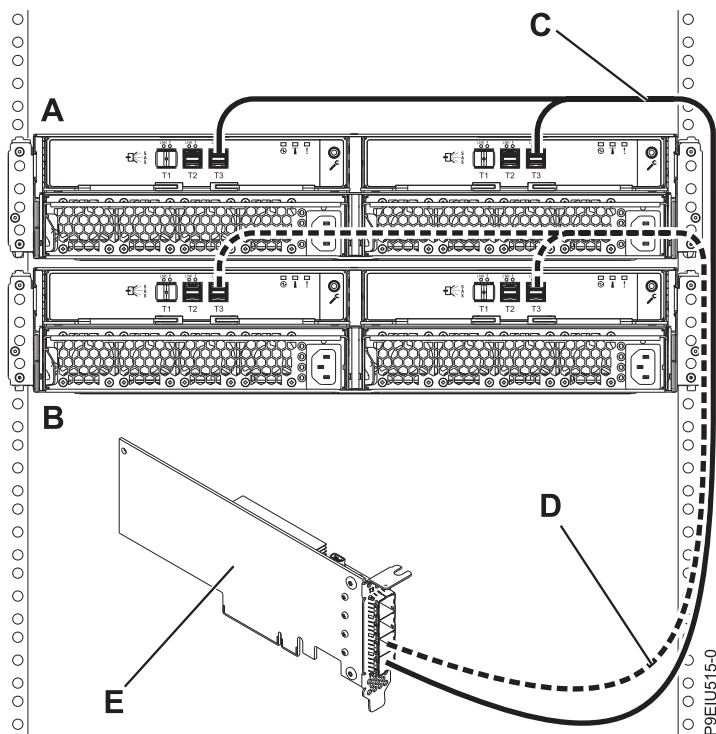

Figura 14. Conexión en la modalidad 1 de dos adaptadores de almacenamiento ESLL o ESLS mediante cables YO12 a un adaptador SAS FC EJ0J o FC EJ0M único
14. Lleve a cabo una conexión en la modalidad 1 de dos alojamientos (A y B) utilizando cables YO12 (C y D) a un adaptador SAS FC EJ0J o FC EJ0M único (E), tal como se muestra en la Figura 14 en la página 16, y, a continuación, continúe con “Conexión de los cables, cables de alimentación e instalación de cubiertas” en la página 22.